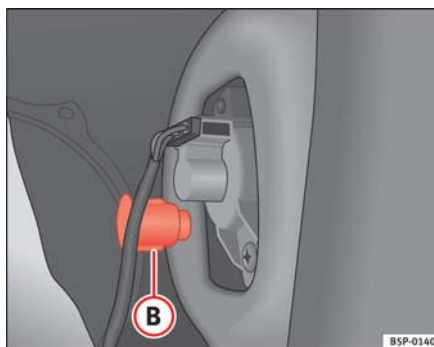

Fig. 174 Luz de población/freno
- Desenrosque la pieza de plástico ⇒ **fig. 174 B** que fija el piloto. Para iniciar el giro puede servirle de ayuda insertar el destornillador en dicha pieza.